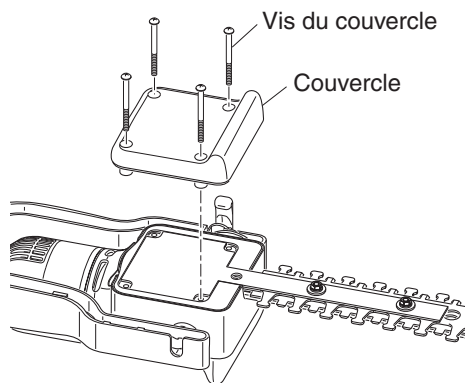

Figure 17 - Retrait du couvercle sous le corps du taille-haie
2. Placez le taille-haie à l'envers sur un plan de travail et retirez les quatre (4) vis du couvercle. Enlevez ensuite le couvercle (consultez la Figure 17).